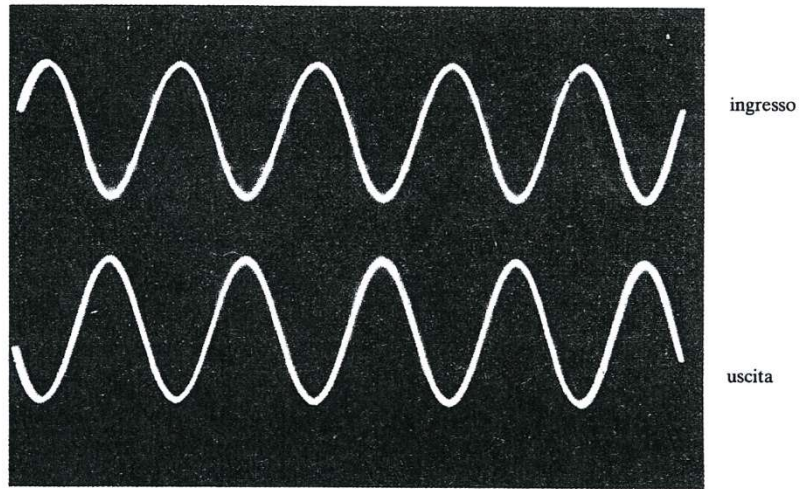

FIGURA 3
- Notate che la forma del segnale di uscita è l'opposto di quella del segnale di ingresso; il segnale di uscita risulta dunque *invertito*, o sfasato, di 180° rispetto all'ingresso, (figura.3). Il picco positivo all'uscita si presenta in corrispondenza del picco negativo all'ingresso e viceversa